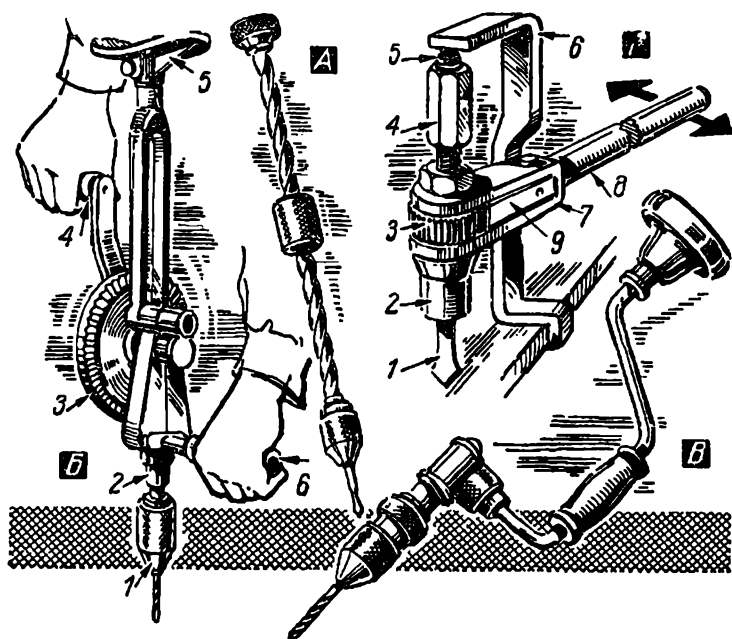

Рис. 31. Дрели.
Для сверления небольших отверстий диаметром до 3 мм применяется **ручная винтовая дрель** (рис. 31, А). При работе ею левой рукой нажимают на головку, а правой двигают вверх и вниз ходовой винт. При этом сверло попеременно вращается то в одну, то в другую сторону.
Более универсальной является **винтовая дрель с зубчатой передачей** (рис. 31, Б). Такие дрели удобны в работе, позволяют сверлить отверстия диаметром до 15 мм и имеют сравнительно большое число оборотов (до 300 об/мин).
Ручная дрель с **трещоткой** (рис. 31, Г) применяется при сверлении отверстий диаметром до 35 мм в труднодоступных местах. Она состоит из шпинделя (2), охватываемого вилкой (7) рукоятки (8). На шпинделе закреплено храповое колесо (3). С одного конца шпинделя